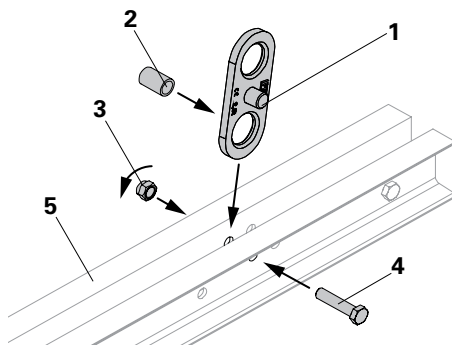
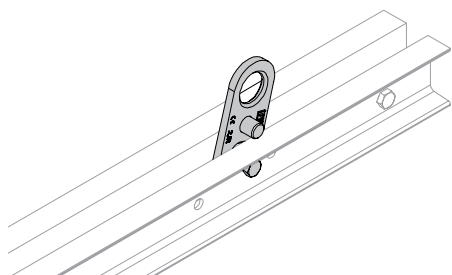

Fig. 6
Fig. 7
1. Inserire il tubo distanziatore (2) nel foro inferiore della presa di sollevamento BR-2 2,5 t (1). (Fig. 6)
2. Posizionare la presa di sollevamento BR-2 2,5 t (1) insieme al tubo distanziatore nella guida BR (5).
3. Inserire la vite (4) nella guida BR (5) e assicurarla dall'altro lato con il dado (3). (Fig. 7+8)